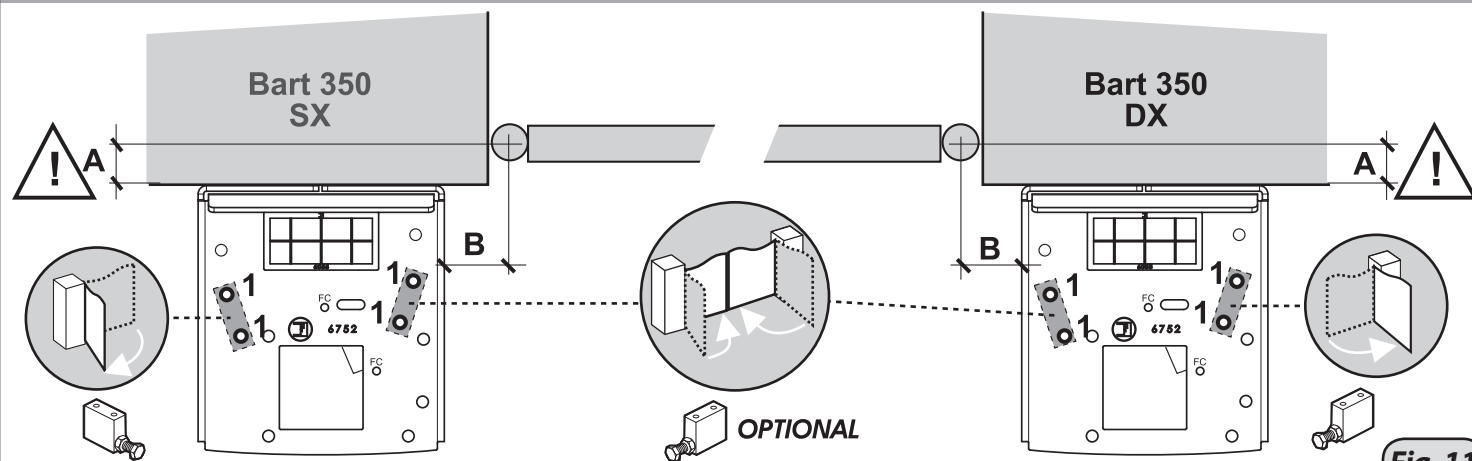
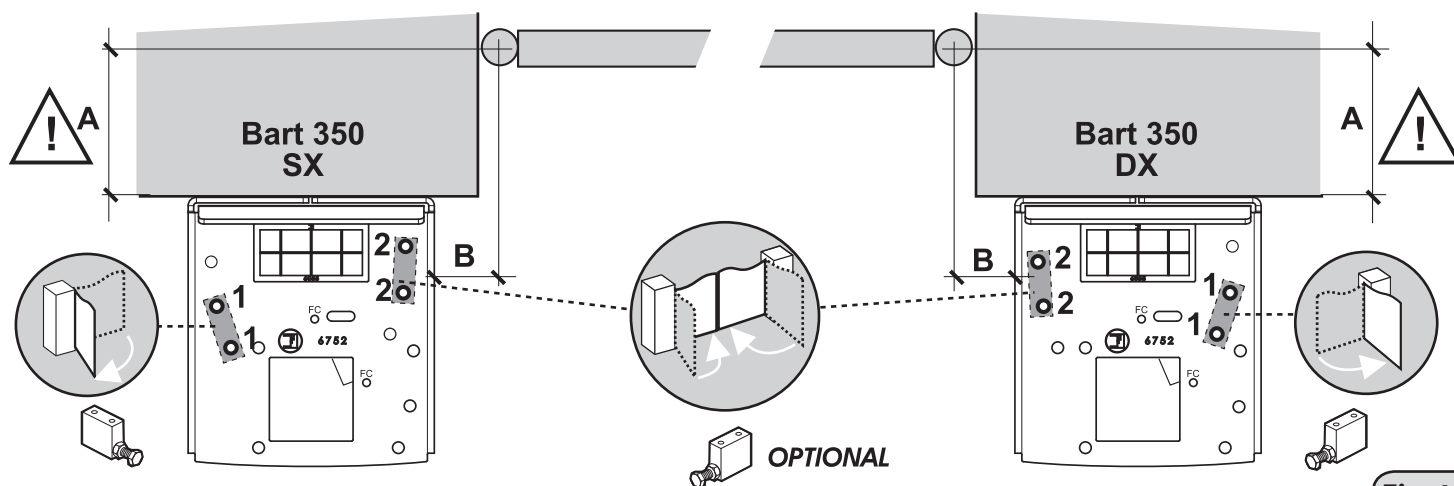

Fig. 11
Fig. 12
2) **Battute sulla piastra di fissaggio:** in particolari installazioni dove non è possibile utilizzare le battute a terra, viene predisposta la possibilità di fissare dei blocchetti di battuta in apertura e in chiusura, secondo lo schema di fig.11 e fig.12, sotto la Piastra di Ancoraggio. Tale scelta deve essere fatta prima di installare il gruppo motoriduttore sulla Piastra di Ancoraggio.
2) **End stops on anchor plates:** in special installation where ground end stops cannot be used, there is the possibility of securing opening and closing end stop blocks, according to fig.11 and fig.12, under the Anchor Plate. This choice must be made before installing the geared motor unit on the Anchor Plate.
2) **Butées sur la plaque de fixation :** en cas d'installations spéciales qui ne permettent pas l'utilisation des butées au sol, il est prévu de fixer des blocs d'arrêt en ouverture et en fermeture, selon le schéma de la fig.11 et fig.12, sous la Plaque de Fixation. Ce choix doit être effectué avant d'installer le groupe motoréducteur sur la Plaque de Fixation.
2) **Anschläge an der Verankerungsplatte:** insbesondere bei Installationen, bei denen Bodenanschläge nicht verwendet werden können, besteht die Möglichkeit zur Anbringung von Anschlägen unter der Verankerungsplatte, siehe Abb. 11 und Abb. 12. Der Toranschlag muss vor dem Einsetzen und Fixieren des Getriebemotors an der Verankerungsplatte gewählt werden.
2) **Topes sobre la placa de fijación:** en instalaciones particulares en donde no es posible utilizar topes de tierra, se predispone la posibilidad de fijar bloques de tope durante la fase de abertura y de cierre, según el esquema de la fig. 11 y fig.12, debajo de la Placa de Anclaje. Esta selección debe ser realizada antes de instalar el grupo del motorreductor sobre la Placa de Anclaje.
2) **Aanslagen op ankerplaat:** in bijzondere installaties waarin de aanslagen aan de grond niet kunnen worden gebruikt, kunnen aanslagblokken voor het openen en sluiten worden aangebracht onder de ankerplaat, zie de schema's van fig. 11 en fig.12. Maak deze keuze voor u de reductiemotorgroep op de ankerplaat installeert.